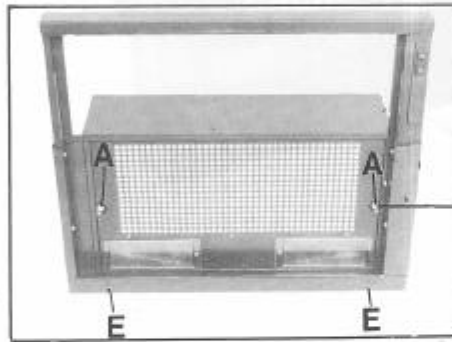
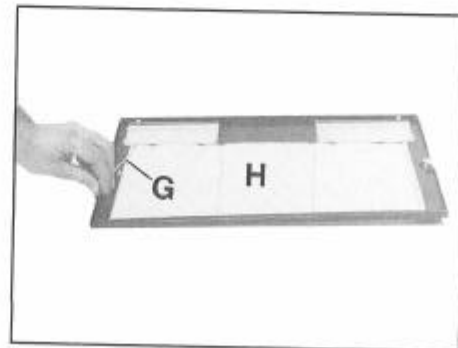

Fig. 3
Fig. 7
Öffnen Sie das Gitter, indem Sie die Sperriegel A zur Seite schieben (Abb. 3).
(Abb. 5) mit den Schrauben E, so dass es gegen die Wand drückt (Abb. 3).
Um den Fettfilter zu entfernen, lösen Sie das Gitter, indem Sie die Sperrriegel A zur Seite schieben (Abb. 3). Streifen Sie die Klemmen G ab (Abb. 7) und ziehen Sie den Fettfilter heraus. Es empfiehlt sich, während der Reinigung des Fettfilters auch das Gitter mit lauwarmen Seifenwasser abzuwaschen.
Open the grill by turning the locks A (fig. 3).
- tly to the wall, making use of the opposite screws E (fig. 3). Make a hole dia. 110-115 mm. on the bottom and the top of the cupboard for the passage of the exhaust pipe.
Remove the stops G (fig. 7) and take out the filter H.